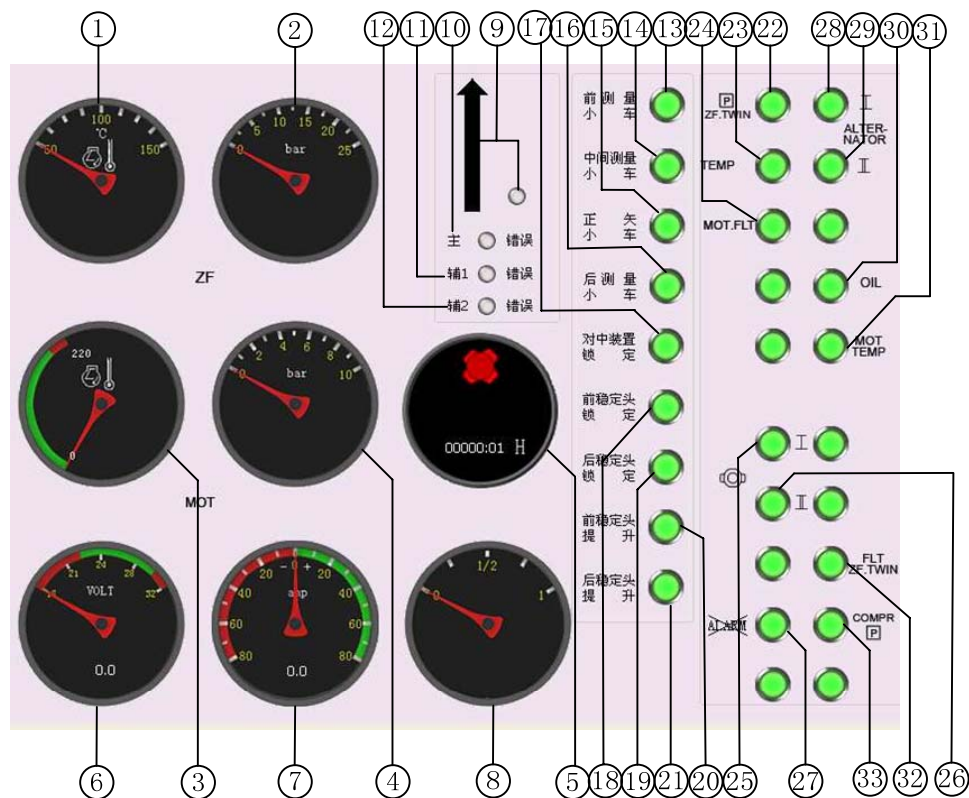

图16 B5 显示器主界面
③ B5显示屏 (详述见图16)	④ 发动机转速表
B5显示器主界面主要用于显示行车数据和报警指示, 如图16所示。